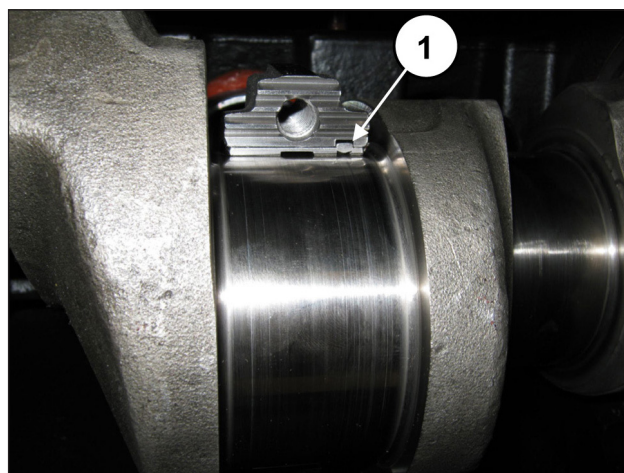

Abb. 66
**Stellen Sie für einen vorschriftsmäßigen Einbau der Lagerschalen sicher, dass die Bezugsmarkierung der Lagerschalen in der entsprechenden Aufnahme an der Pleuelhälfte zu liegen kommt (Pos. ①, Abb. 66).**